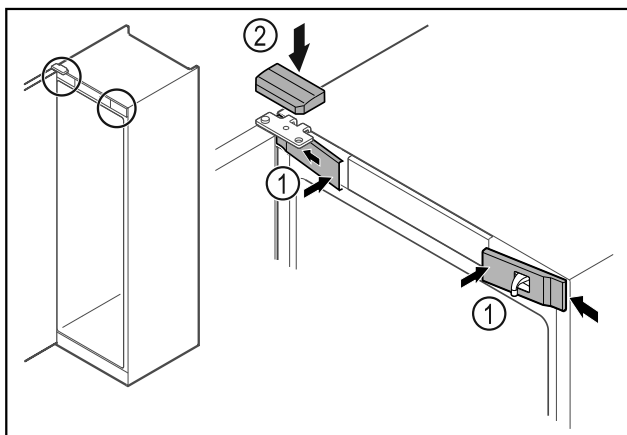

Fig. 47
- Zaháknite predné kryty Fig. 47 (1) naboku a zaistite ich.
- Zaistíte horný kryt Fig. 47 (2) zhora.